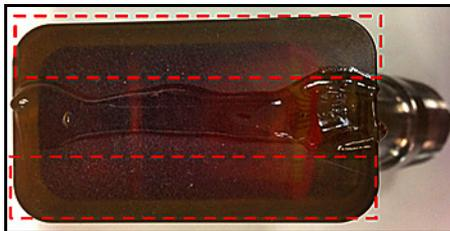

Figure 20 : Face du transducteur avec milieu de couplage
5. Appliquez le milieu de couplage fourni sur les deux faces du transducteur (voir la *Figure 20* ci-dessous). Le milieu de couplage déplace tout espace d'air présent entre le transducteur et le tuyau pour garantir l'uniformité de la trajectoire du signal acoustique. Pour les tuyaux mesurant jusqu'à 14 po de D.E., n'appliquez pas le milieu de couplage dans les zones rouges indiquées ; pour les tuyaux de >14 po de D.E., appliquez le milieu de couplage sur toute la surface.